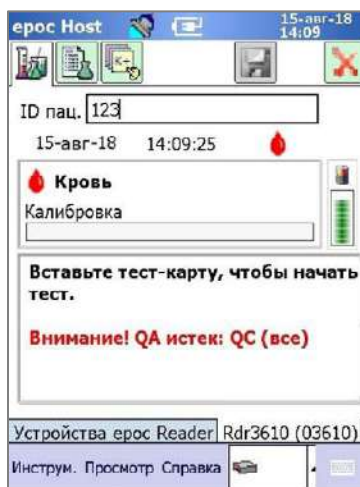

Рис. 54.
- На протяжении льготного периода при каждом выполнении анализа крови будет появляться предупреждение об истекшем сроке по графику (рис. 54).